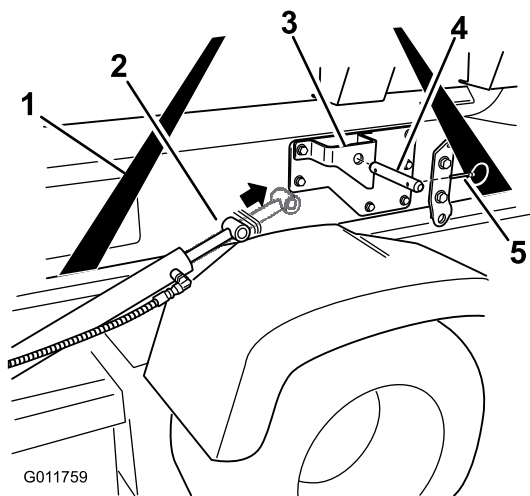

Figura 20
- Estendete i cilindri di sollevamento fino a raggiungere le staffe montate sul telaio di supporto del serbatoio. Allineate i bracci dei cilindri ai fori presenti sulle staffe del telaio di supporto del serbatoio (Figura 20).